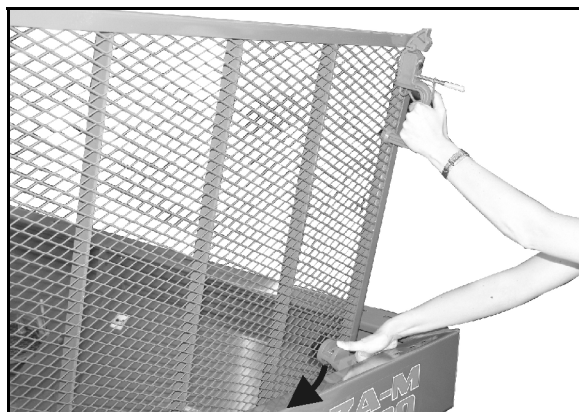

Fig. 18
- Før beskyttelsesgitteret lukkes, skal du trykke låsen ned (**Fig. 18**).